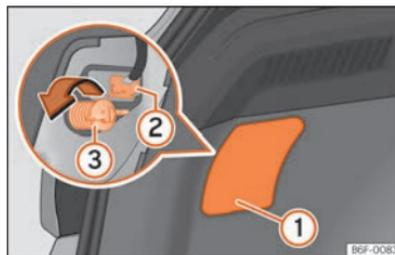
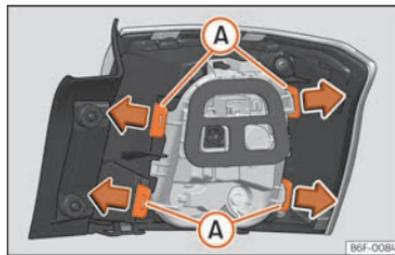

Fig. 171 Maletero: acceso al tornillo de fijación de la unidad de luz trasera.
Fig. 172 Lengüetas de fijación en la parte posterior de la unidad de luz trasera.
- Retire la tapa haciendo palanca con el lado plano de un destornillador en el rebaje »» fig. 171 ①.
- Extraiga el conector de la lámpara ②.
- Desenrosque con la mano o con ayuda de un destornillador el tornillo de fijación del piloto ③.
- Desmonte el portalámparas desbloqueando las lengüetas de fijación »» fig. 172 A.